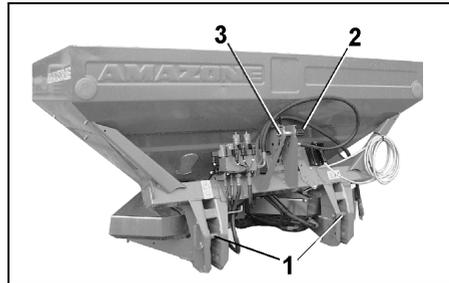

Fig. 15
- Unterlenker des Schleppers auf Unterlenkerbolzen (Kat. II) (Fig. 15/1) befestigen und mit Klappstecker sichern.